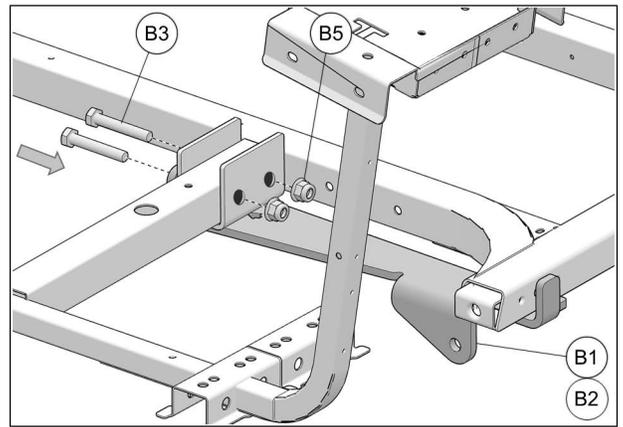

Fig. 8
6. Fixer la partie avant de la plaque d'ancrage (**B1-B2**) au châssis du marche-pied, à l'aide des boulons M8 (**B3**) & écrous (**B5**). Ne pas serrer les écrous complètement. Voir la Fig. 8